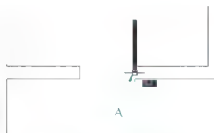

图 2.88 指定圆弧的中心点
(6) 在指定下一点或 [圆弧 (A)/ 闭合 (C)/ 半宽 (H)/ 长度 (L)/ 放弃 (U)/ 宽度 (W)]: 提示下, 输入 “W” 后按 Enter 键。
(7) 在指定起点宽度 <0.0000>: 提示下, 输入 “0”。
(8) 在指定端点宽度 <0.0000>: 提示下, 输入 “0”, 将线宽由 50mm 改为 0mm。
(9) 在指定下一点或 [圆弧 (A)/ 闭合 (C)/ 半宽 (H)/ 长度 (L)/ 放弃 (U)/ 宽度 (W)]: 提示下, 输入 “A” 后按 Enter 键, 指定将要绘制圆弧。
(10) 在指定圆弧的端点或 [角度 (A)/ 圆心 (CE)/ 闭合 (CL)/ 方向 (D)/ 半宽 (H)/ 直线 (L)/ 半径 (R)/ 第二个点 (S)/ 放弃 (U)/ 宽度 (W)]: 提示下, 输入 “CE” 后按 Enter 键, 说明将要指定圆心的方式绘制圆弧。
(11) 在指定圆弧的圆心: 提示下, 捕捉 A 点 (门扇的起点) 作为圆弧的圆心, 如图 2.88 所示。